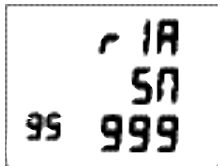

Fig. 42 - NUMERO DI SERIE
- Tenendo premuto il pulsante S (a lato) per 12 secondi mentre è visualizzata la schermata NOR (o GAU) SURF PRINCIPALE, si accede alla schermata NUMERO DI SERIE DataMask, che visualizza quanto segue (Fig. 42).